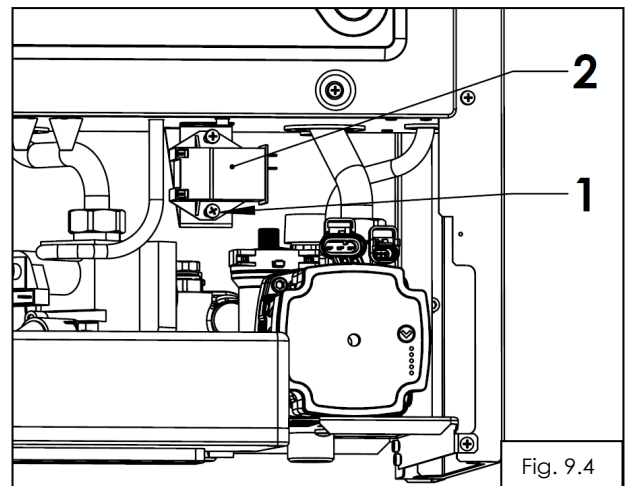

Fig. 9.4
Inlocuirea transformatorului de aprindere (2) fig.9.4 presupune urmatoarele operatii:
- se deconecteaza toti conectorii de pe transformatorul de aprindere (2);
- se desfac suruburile (1) si se indeparteaza transformatorul de aprindere (2).